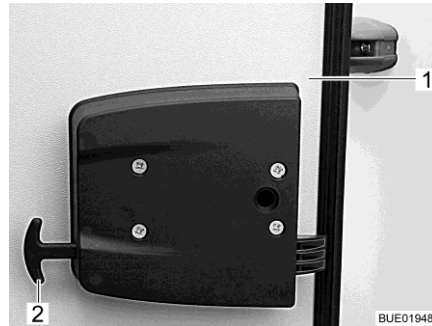

Fig. 77 Desbloqueo de emergencia de la trampilla del garaje
- Tirar ambos tiradores del desbloqueo de emergencia (Fig. 77,2).
- Empujar la trampilla del garaje (Fig. 77,1) hacia fuera.